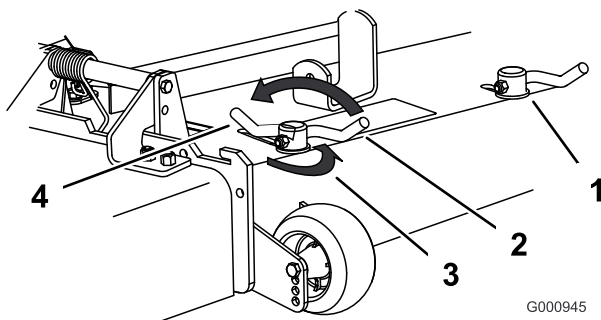

Bild 20
3. Wenn Sie die Haltenocken einstellen möchten, schieben Sie den Hebel nach oben und lösen Sie die Haltenocke (Bild 20).
5. Schieben Sie den Hebel zurück, um das Ablenkblech und die Haltenocken festzuziehen (Bild 20).